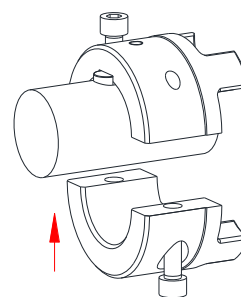

Figura 16: Montaje del mangón SPLIT en el árbol
- Posicione la semi-parte inferior del primer mangón-SPLIT en relación a la semi-parte superior debajo del árbol (véase figura 16). Gire los tornillos cabeza cilíndrica algunos pasos de rosca.